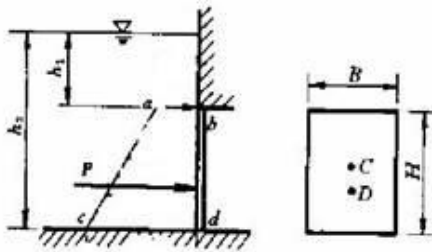

图 2 平板闸门示意图
2. 铅直放置的矩形平板闸门如图 2 所示。已知  $h_1 = 1\text{m}$ ,  $H = 2\text{m}$  ;